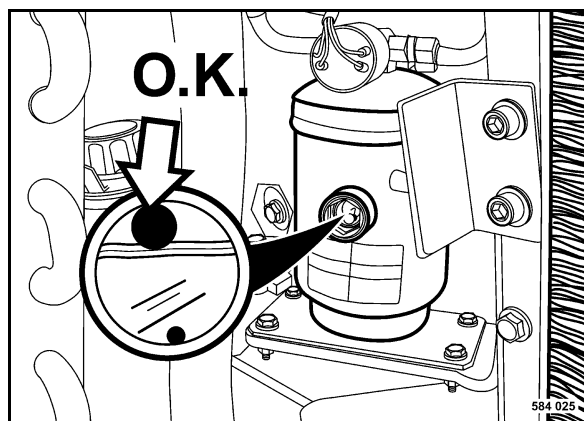

Fig. 139
- Comprobar si el flotador esférico blanco (Fig. 139) se encuentra arriba de todo en el cristal de observación de la unidad secador/colector.